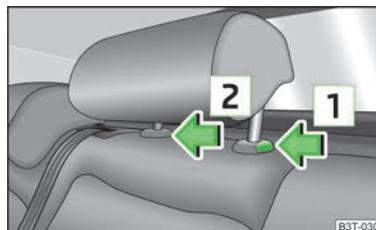

Abb. 59
- › Die Sicherung in Pfeilrichtung  » Abb. 59 drücken, gleichzeitig mit einem flachen Schraubendreher mit einer Breite von max. 5 mm die Sicherung in der Öffnung  drücken und die Kopfstütze herausziehen.